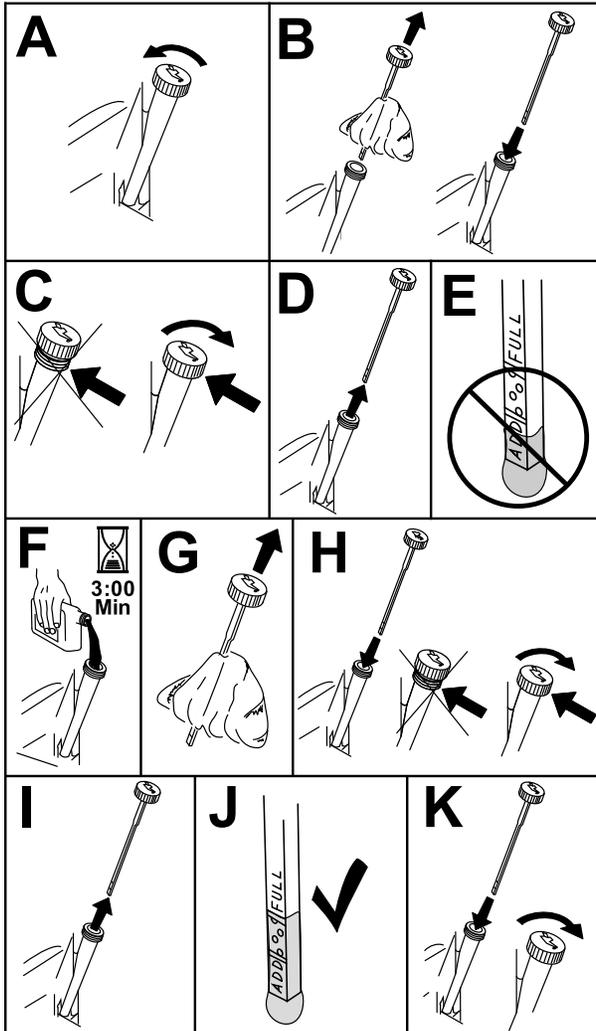

Bild 40
3. Reinigen Sie den Bereich um den Ölfüllstutendeckel bzw. den Peilstab vor dem Abnehmen, damit kein Schmutz oder Schnittgut usw. in den Motor gelangt (Bild 40).